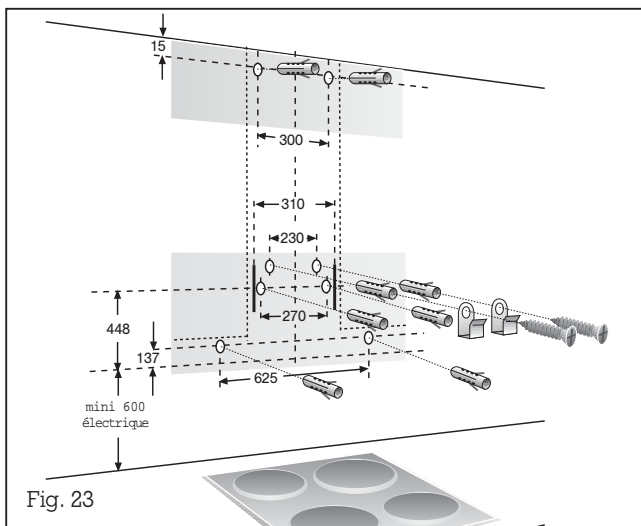

Fig. 23
- A l'aide du gabarit de perçage, marquez les positions des vis sur le mur. Tracez le contour de la zone d'accrochage. Cela facilitera la fixation (fig. 23).